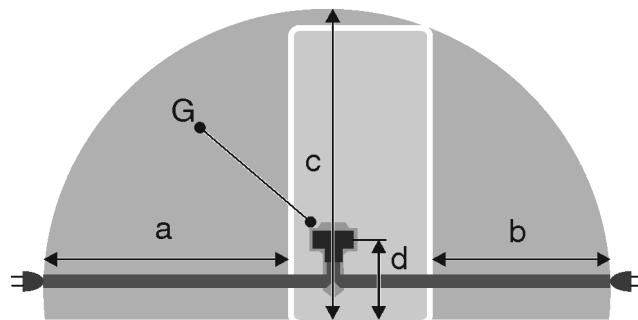

Fig. 21
- Zásuvka sa nachádza mimo oblasti zadnej strany zariadenia v uvedenej oblasti Fig. 21 (a, b, c).
- ▶ Zástrčku zariadenia Fig. 21 (G) zastrčte na zadnej strane zariadenia. Dbajte na správne zaklapnutie.